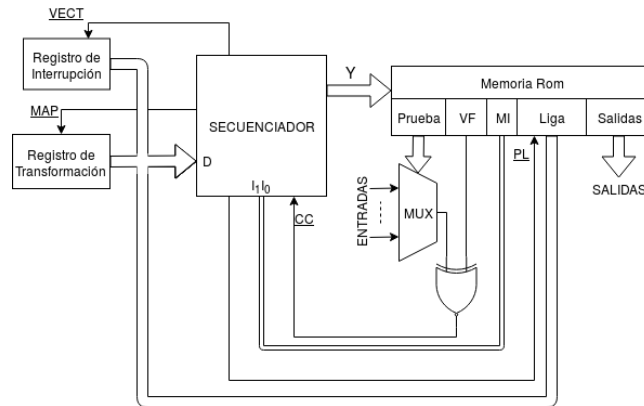

Figura 2: Diagrama del secuenciador básico conectado a una memoria.
2. La figura 2 muestra el diagrama de bloques de un secuenciador básico conectado a una memoria.